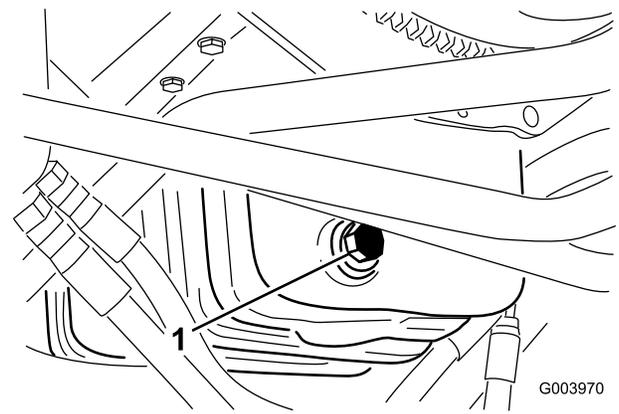

Figura 51
1. Togliete il tappo di spurgo (Figura 51) e lasciate defluire l'olio in una bacinella.